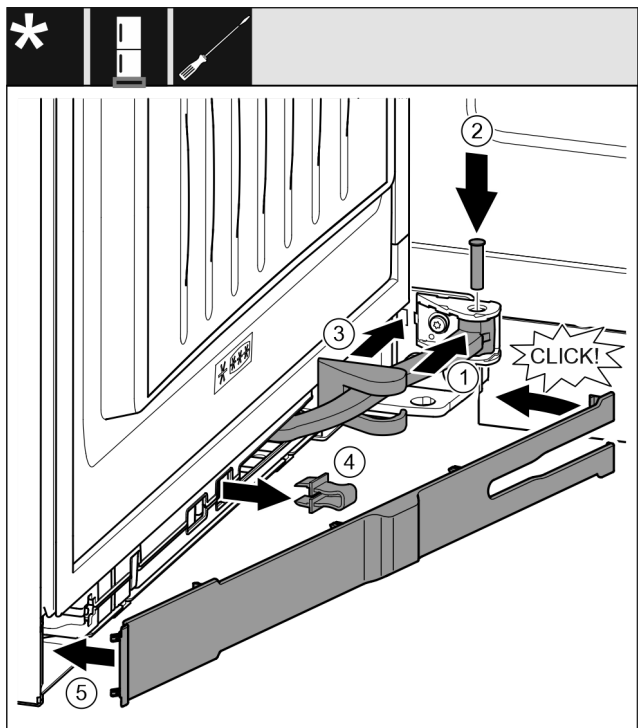

Fig. 47
- ▶ Ruotare il giunto articolato nella sospensione. Fig. 47 (1)
- ▶ Inserire il perno con un cacciavite T15 nella sospensione e nel giunto articolato. Fare attenzione che la camma di arresto sia correttamente in sede nella scanalatura. Fig. 47 (2)
- ▶ Spingere la copertura del blocco di supporto lungo il giunto articolato e montarla sopra la sospensione. Fig. 47 (3)
- ▶ Rimuovere la protezione. Fig. 47 (4)
- ▶ Applicare il pannello sul lato maniglia e ruotarlo verso l'interno. Fig. 47 (5)